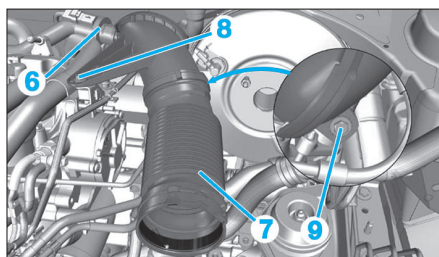

Fig. 19
- Désaccoupler le conduit (6) du conduit d'air (7) (Fig.19).
- Déposer les vis (8) et (9) puis le conduit d'air (7).